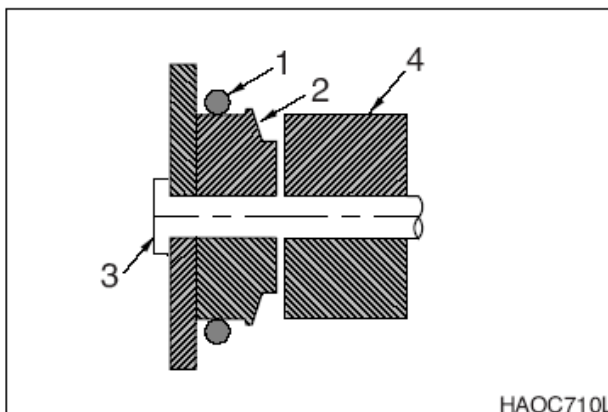

Рис. 95
2. Переместить старую уплотнительную прокладку (1, рис. 95) на выступ (2) вокруг пальца ковша (3). Удалить палец ковша и убрать рукоять или звено подвески ковша (4), чтобы они не мешали.
4. Выровнять рукоять или звено подвески с отверстием пальца ковша и вставить палец ковша (3, рис. 95).